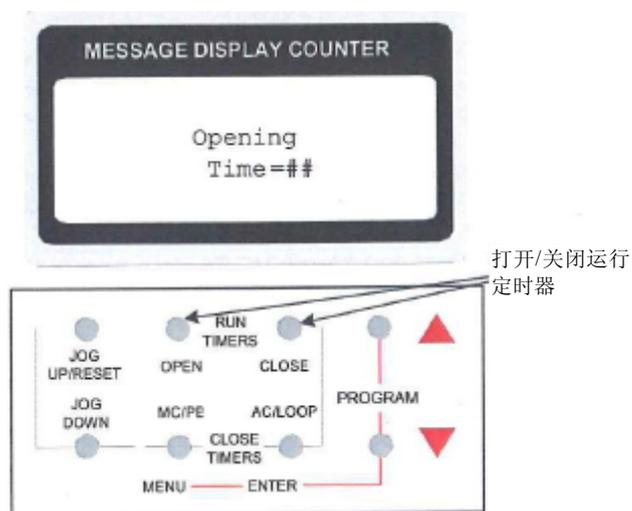

图 30: “运行定时器”按钮
- 按下然后松开“打开运行定时器”按钮。液晶显示器上显示 Opening_Time=##。见图 30。